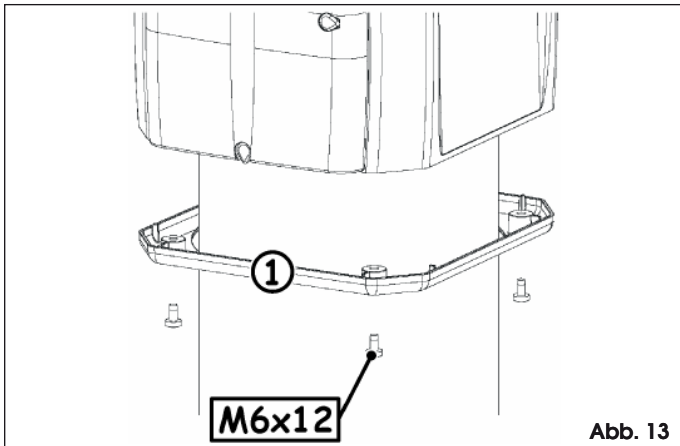

Abb. 13
11. Die untere Schutzabdeckung positionieren, Abb. 13 Bez. ①, und mit Hilfe der vier im Lieferumfang enthaltenen Schrauben fixieren.